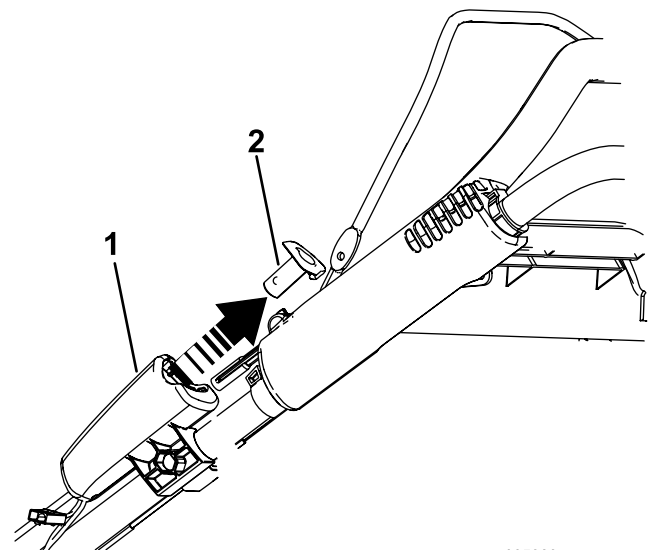

Figura 21
1. Retire el botón de arranque eléctrico (si está instalado); consulte Figura 21.